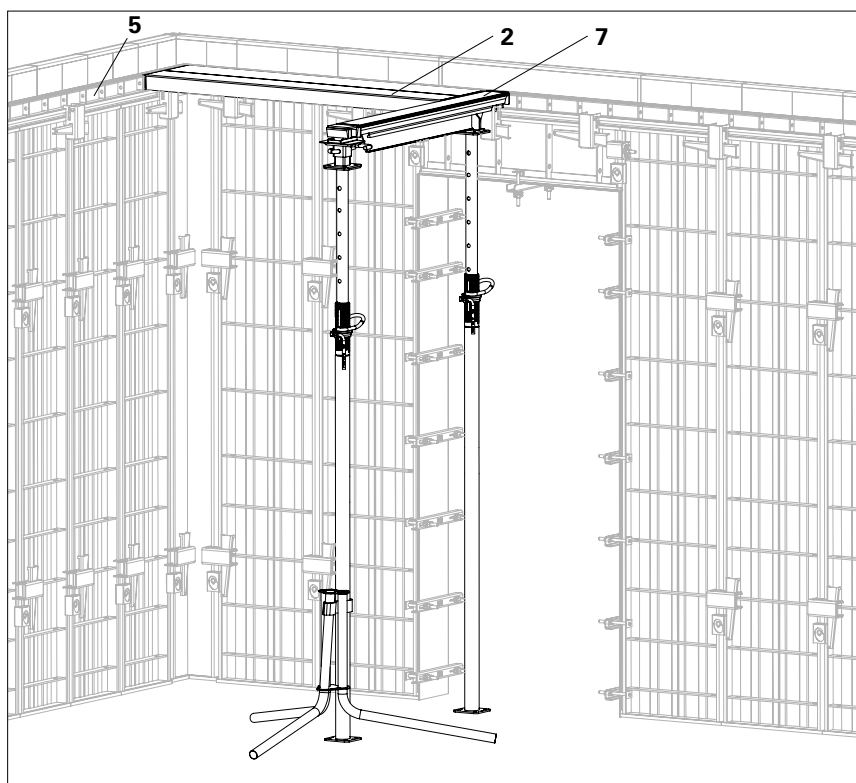
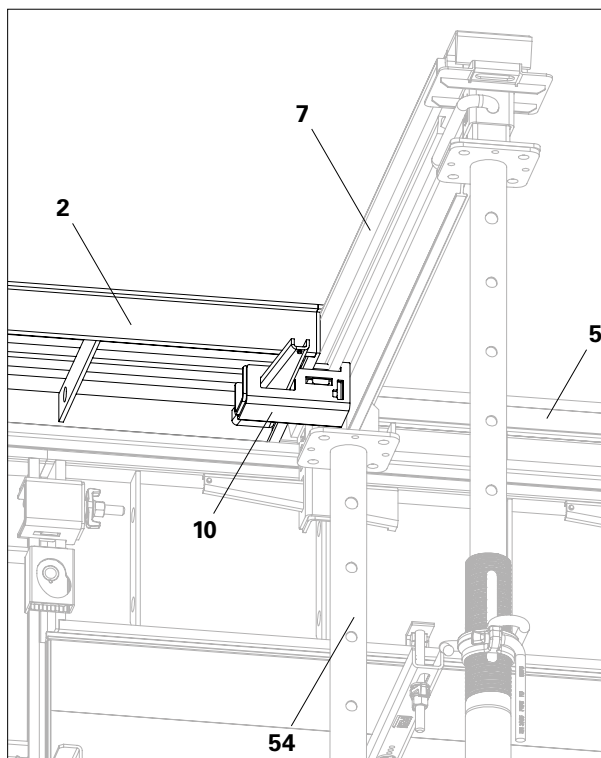

Fig. B7.08
Fig. B7.09
1. Inserire il telaio per soletta UNO Plus (2) tra il pannello di transizione UNO Plus (5) e la trave per soletta UNO Plus (7). (Fig. B7.08 + B7.09)
- L'intera superficie del telaio per soletta deve essere appoggiata alla trave per soletta (7) e ai pannelli di transizione (5). La posizione della trave per soletta (7) può essere modificata.
2. Fissare il telaio per soletta UNO Plus (2) con il giunto UNO Plus (10), picchiando leggermente il martello sul cuneo. (Fig. B7.09)